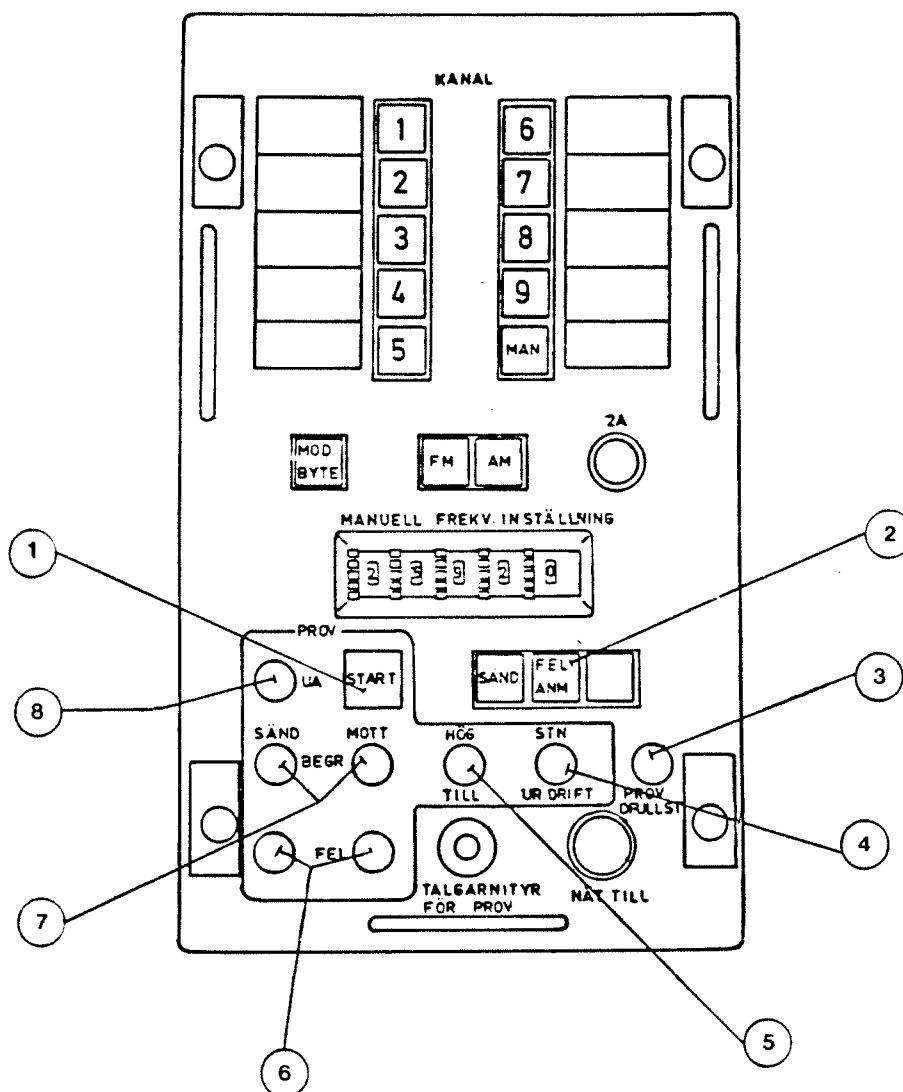

Bild 2. Manöverenhet UHF
- Tryck in knappen START (1) på MAN UHF, se bild 2.
- Kontrollera att lampan PROV OFULLST (3) blinkar ett par gånger och sedan slocknar.
- Kontrollera att lampan UA (8) tänds. Efter cirka 4 sekunder slocknar samtliga indikerlampor och nytt fjärrprov kan utföras.
- Kontrollera att lampan HÖG TILL (5) tänds.
- Kontrollera att lampan MOTT FEL (6) tänds (anrop saknas, effektförstärkaren ansluten till avslutare). Efter cirka 4 sekunder slocknar samtliga indikerlampor och nytt fjärrprov kan utföras.
- Tryck in knappen START ① på MAN UHF, se bild 2.
- Kontrollera att lampan PROV OFULLST ③ blinkar ett par gånger och sedan slocknar.
- Kontrollera att lampan UA ⑧ tänds. Efter cirka 4 sekunder slocknar samtliga indikerlampor och nytt fjärrprov kan utföras.